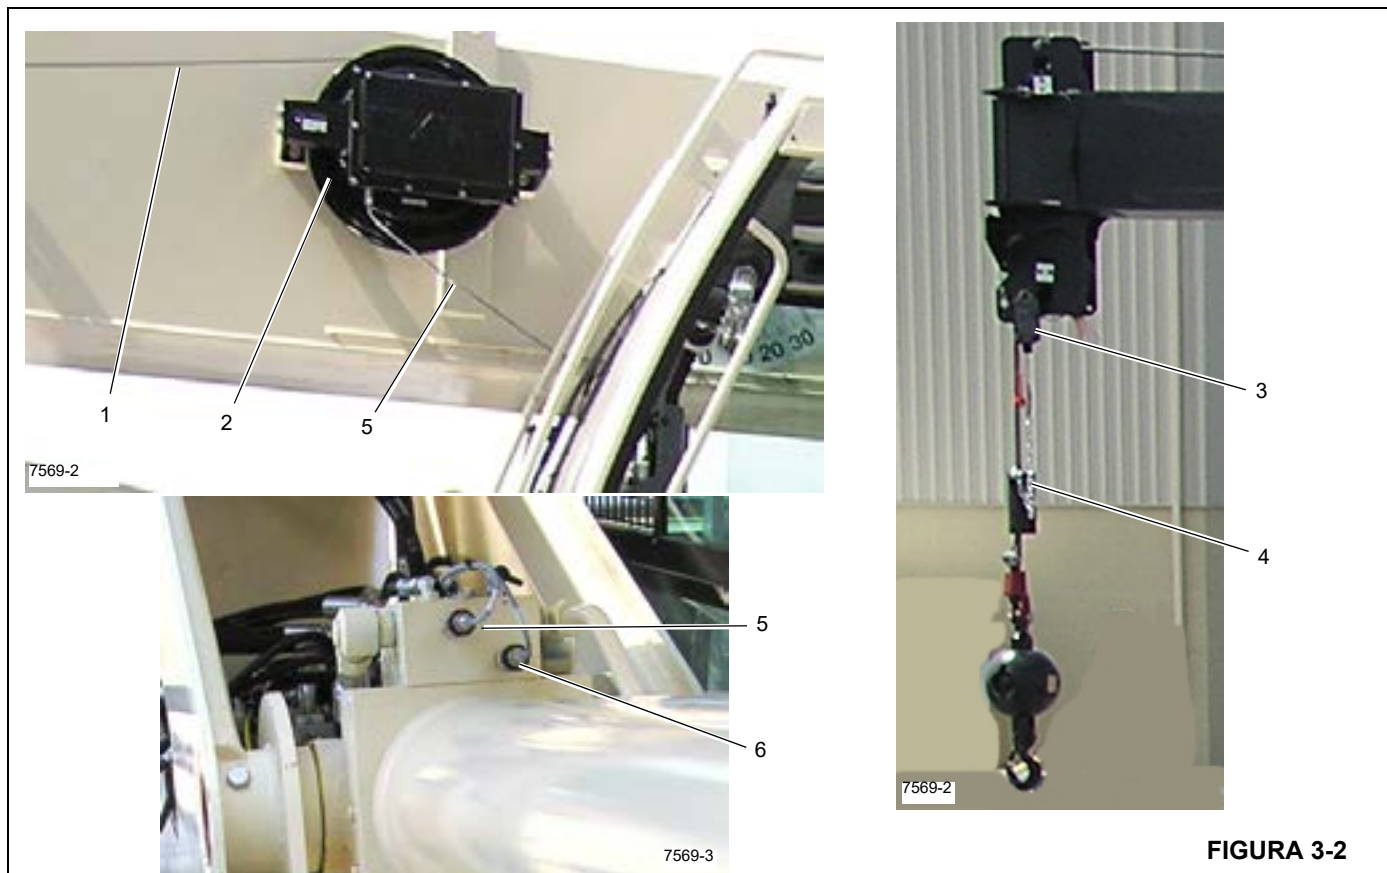

FIGURA 3-2
El cable A2B de la pluma (1) (Figura 3-2), pasa del carrete A2B a través de la pluma y llega al conjunto del interruptor A2B (3). El cable de conjunto de interruptor de A2B se conecta al peso de prevención del contacto entre bloques.